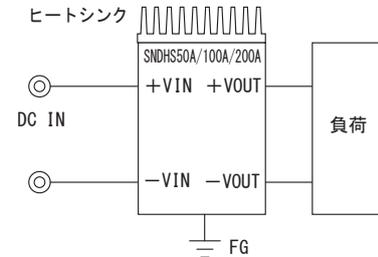
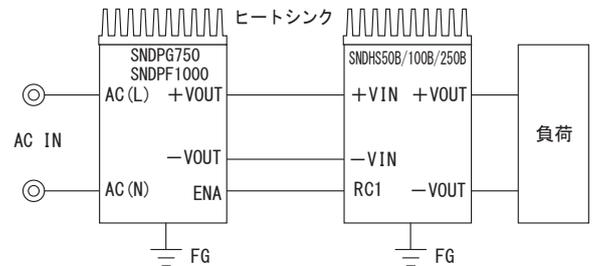

図2.1 標準接続方法 (例)
図2.2 標準接続方法1 (例)
■電源を使用するためには、図2.1、図2.2の接続が必要です。